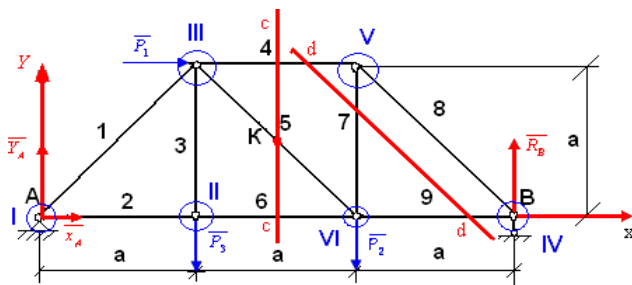
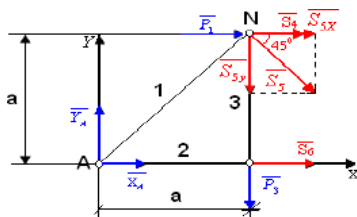
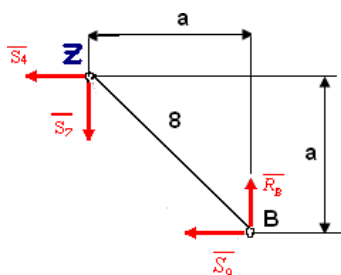

Рис. 77
Рис. 84
Рис. 85
2. Определение реакций опор А и В (т.е. уравновесить ферму внешне) – рис. 77.
Освобождаем ферму от связей, заменяя их действие соответствующими силами реакции:  $\overline{X_A}$ ,  $\overline{Y_A}$  – две составляющие реакции неподвижной шарнирной опоры А;  $\overline{R_B}$  – реакция опорного стержня В (направлена вдоль стержня) – рис. 77.
Знак «-» в значении реакции  $\overline{X}_A$  указывает на то, что она направлена противоположно, чем показано на рис. 77, чтобы обеспечить равновесие полученной плоской произвольной системы сил.
Введем следующую нумерацию узлов и стержней фермы (узлы обозначены римскими, а стержни – арабскими цифрами) – рис. 77.
Вырезаем сначала узел I, в котором сходятся только 2 стержня с неизвестными усилиями. Усилия в стержне обозначим соответственно через  $\overline{S}_1$ ,  $\overline{S}_2$  ...  $\overline{S}_9$ . Действия перерезанных стержней 1 и 2 заменим усилиями  $\overline{S}_1$  и  $\overline{S}_2$ , направленные от узла, предполагая, что все стержни растянуты – рис. 77. Силы, действующие на узел I, образуют плоскую систему сходящихся сил, поэтому можно составить уравнения равновесия.
Для стержней 5 и 6 сечение С-С (рис. 77). Рассматриваем равновесие левой от сечения С-С части фермы – рис. 84. Действие рассеченных стержней 4, 5, 6 заменяем их внутренними усилиями  $S_4$ ,  $S_5$ ,  $S_6$  соответственно, направленными по стержням от узлов, предполагая, что стержни
Для определения внутреннего усилия в стержне 9 мысленно рассекаем ферму сечением d-d (рис. 77) и рассматриваем равновесие правой от сечения части фермы – рис. 85.